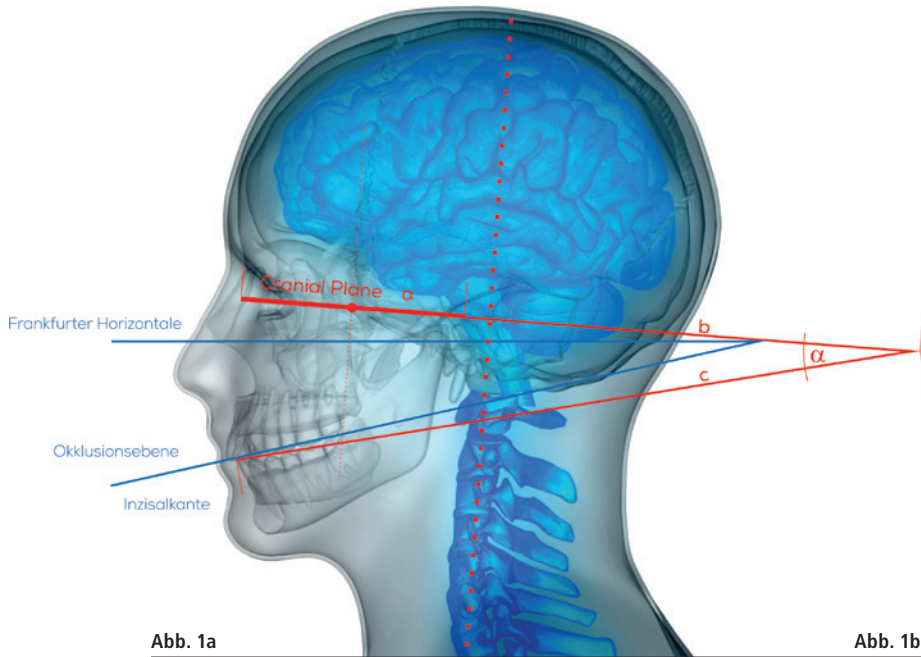
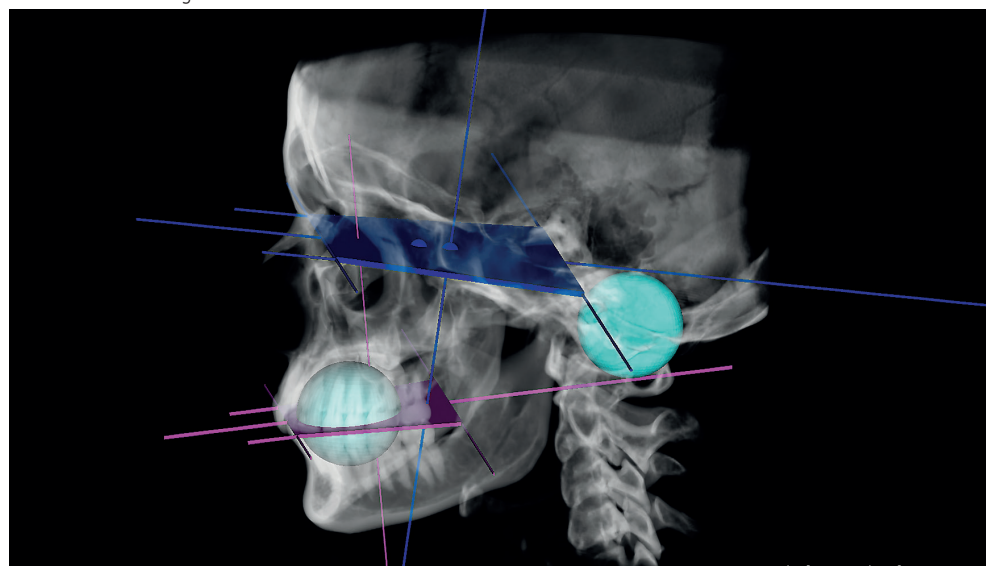
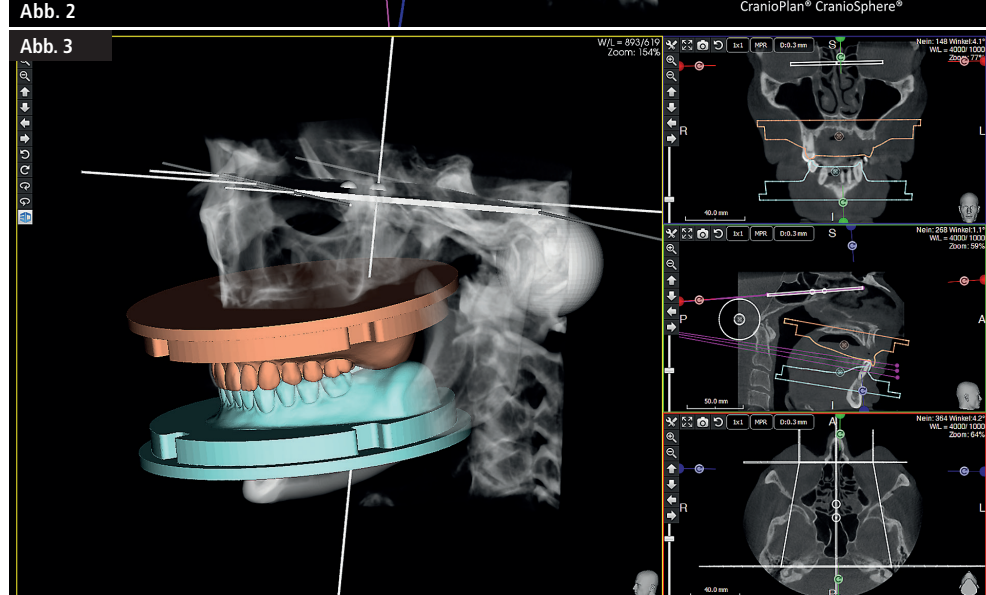

Abb. 1a
Abb. 2
Abb. 3
miteinander verbunden (Abb. 1a und b). Aus diesen definierten anatomischen Referenzpunkten im Schädel des Menschen lässt sich eine Bezugsebene – die Cranial Plane (CP; Abb. 2) – ableiten. Diese Ebene kann zur Kalibrierung und Referenzierung aller medizinischen Therapieverfahren, sowohl zahnmedizinisch als auch humanmedizinisch, herangezogen werden und erlaubt es dem Mediziner, Wissenschaftler und Techniker von definierten Referenzpunkten und Referenzebenen aus genaue und reproduzierbare Messungen durchzuführen. Das ist der entscheidende Punkt. Auf der Basis der CP haben wir ein neuartiges 3D-Kephalometrieverfahren entwickelt, welches die Planung der patientenindividuellen Okklusionsebene und der Zahnpositionen beim teilbezahnten und zahnlosen Patienten anhand anatomischer Bezugspunkte auf Basis fusionierter digitaler Daten erlaubt.
**Abb. 1a und b:** Die Sinnesorgane dienen mit ihren Eintrittspunkten in das Humansystem als anatomische Referenzpunkte.
Auf der Basis der Analyse des 3D-kephalometrischen CranioPlan®-Verfahrens (Abb. 2) erfolgt die Festlegung der Referenzpunkte im Bereich der Augen und des Innenohrs und daraus resultierend die Festlegung der CP. Die Festlegung der Okklusionsebene erfolgt einem durch die Analyse bestimmten Winkel eindeutig zur CP. Unter Berücksichtigung dieser Vorgaben erfolgt nun die Positionierung der virtuellen Prothesenblanks BDLoad® in der DVT-Aufnahme (Abb. 3). BDLoad® ist ein Fräsrohling, in dem die Zahnreihen in funktioneller, ästhetischer Aufstellung bereits inte-
**Abb. 2:** Ableitung der Cranial Plane (CP) als Bezugsebene aus den anatomischen Referenzpunkten. – **Abb. 3:** Positionierung der virtuellen Prothesenblanks nach dem Verfahren CranioPlan®.